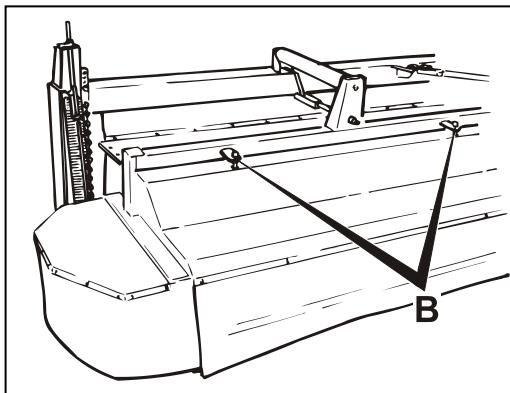

Fig. 3-11
- Fig. 3-11** Crimpningsgraden kan varieres ved at ændre afstanden mellem crimperplade og rotor.